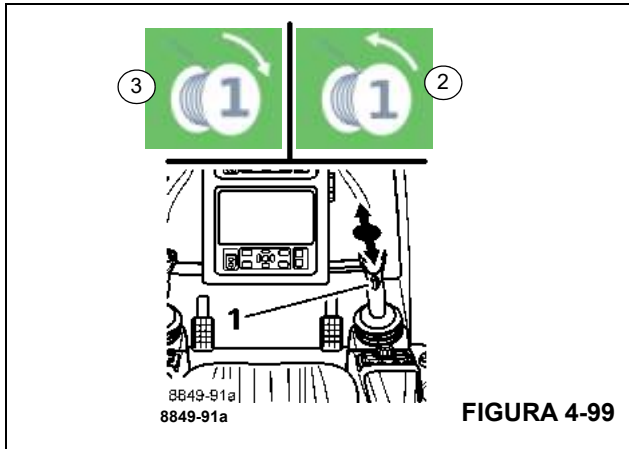

FIGURA 4-99
Elevación:	Tire de la palanca de control hacia atrás – se muestra el símbolo (3), (Figura 4-99).
Bajada:	Tire de la palanca de control hacia adelante – se muestra el símbolo (2), (Figura 4-99).
Cuando el tambor de malacate se gira, observará un impulso en el indicador de rotación (1), (Figura 4-99).